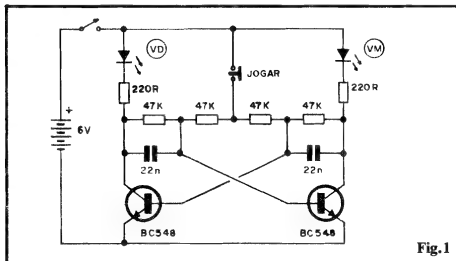

Fig.1
**FIG. 1 - DIAGRAMA ESQUEMÁTICO DO CIRCUITO** - Poderíamos ter desenvolvido o arranjo a partir de Integrados CMOS, nos "conformes" da "Aula" teórica apresentada na presente "Lição"... Entretanto, para que o Leitor/"Aluno" possa melhor "ver e perceber" cada fase dinâmica do processo (com isso aprendendo mais a respeito...), optamos por um circuito com componentes discretos, baseado em transistores bipolares comuns (além do que, em circuitos assim simples, a utilização de discretos reduz o custo geral - coisa que, a propósito, não acontece nos circuitos mais complexos...). O arranjo não passa de um (já estudado...) ASTÁVEL, montado com 2 transistores BC548, bipolares, comuns, na interligação "cruzada" (Entrada com Saida e vice-versa...), no qual a carga de coletor de cada um dos BC548 é formada por um LED indicador, protegido (e também os próprios transistores...) pela presença de um resistor limitador de Corrente no valor de 220R... A Frequência (não muito baixa, de modo que não se possa "acompanhar com o olho" a alternância luminosa dos LEDs) é basicamente